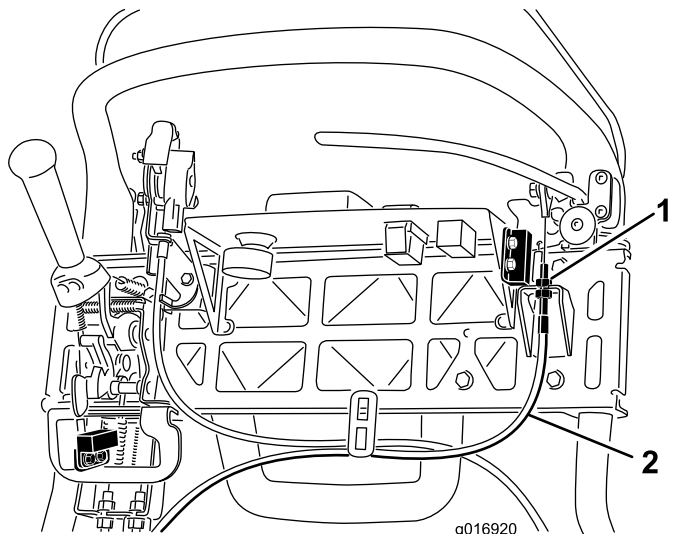

Bild 43
3. Lösen Sie zum Erhöhen der Kabelspannung die obere Kabelklemmmutter und ziehen die untere an (Bild 43), bis eine Kraft von 156 N zum Lösen des Feststellbremsriegels auf den Bremshebel aufgebracht werden muss. Stellen Sie die Bremse nicht zu fest ein, da das Bremsband sonst schleifen könnte.